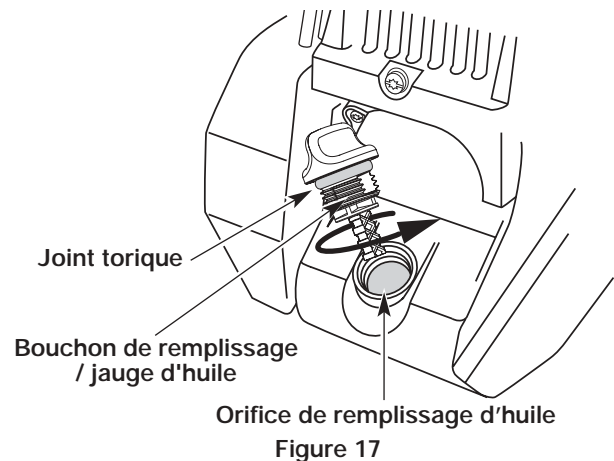

Figure 17
3. Retirez le bouchon / la jauge d'huile du carter-moteur. Versez tout le contenu de la bouteille d'huile dans le carter-moteur (Fig. 17).